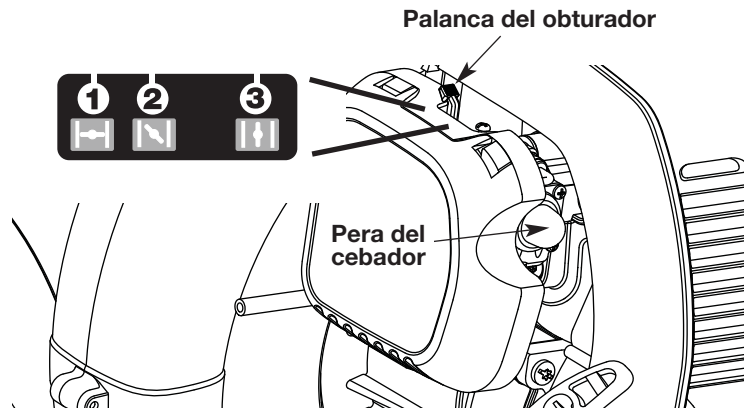
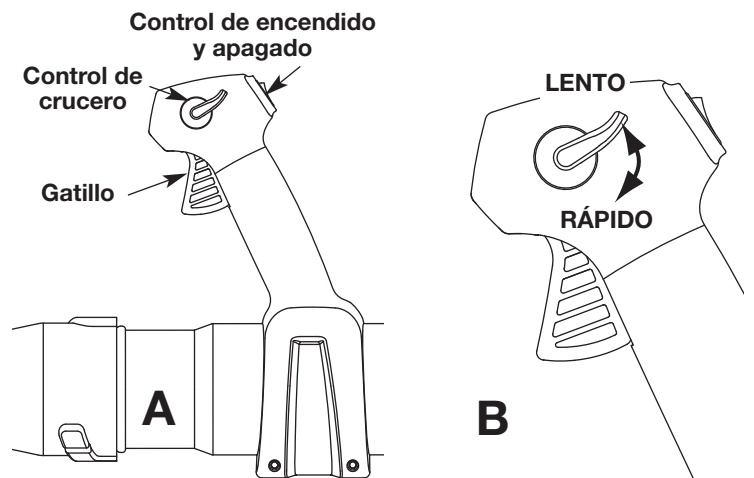
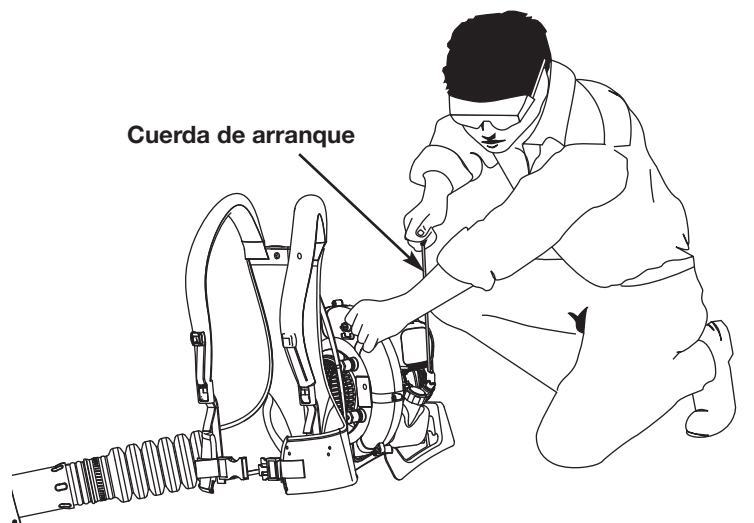

Fig. 14
Fig. 15
Fig. 16
**ADVERTENCIA:** Evite los arranques accidentales. Colóquese en posición de inicio cuando tire de la cuerda de arranque (Fig. 16). El operador y la unidad deben estar en una posición estable al arrancar la unidad para evitar graves lesiones personales. Para evitar lesiones personales graves, asegúrese de que los tubos de la sopladora estén colocados antes de hacer funcionar la unidad.
**NOTA:** No hay necesidad de arrancar la unidad. El control de Encendido/Apagado está en la posición ENCENDIDO (I) en todo momento.
3. Oprima y suelte completamente la pera del cebador **10** veces, lentamente. Deberá verse alguna cantidad de combustible en la pera del cebador (Fig. 14). Si no se ve combustible en la pera, oprima la pera hasta que se vea el combustible.
4. Coloque la palanca del obturador en la **Posición 1** (Fig. 14).
**NOTA:** La unidad debe arrancarse en vacío. No apriete el gatillo hasta que el paso 8 (Fig. 15, A).
5. **No apriete el gatillo.** Colóquese en la posición de arranque (Fig. 16). Tire de la cuerda de arranque **5** veces en un movimiento controlado.
6. Coloque la palanca del obturador en la **Posición 2** (Fig. 14).
8. Apriete y sostenga el gatillo, o presione el control de crucero (Fig. 15, A), y permitir que el motor se caliente durante 30 a 60 segundos.
9. **Continuar oprime el gatillo.** Mover la palanca del obturador a la **Posición 3** (Fig. 14) y continuar el calentamiento del motor por un período adicional de 60 segundos. Durante este tiempo la unidad puede ser utilizada.
2. Oprima y mantenga oprimido el Control de encendido y apagado en la posición APAGADO (O) hasta que el motor se detenga por completo (Fig. 15, A).
1. Una vez que el motor haya arrancado y esté caliente, oprima el gatillo para acelerar la unidad según sea necesario (Fig. 15, A).
2. Para períodos de funcionamiento más prolongados y para eliminar la posibilidad de fatiga en el dedo, mueva el control de crucero hacia la posición RÁPIDO para aumentar poco a poco o mantener la velocidad del motor de la unidad (Fig. 15, B). Cuando se oprima el control de crucero, el gatillo retrocederá hacia la manija.
3. Para disminuir la velocidad del motor, mueva el control de crucero hacia la posición LENTO y el gatillo regresará a la posición de marcha en vacío (Fig. 15, B).
**NOTA:** La unidad debe arrancarse en vacío. No apriete el gatillo hasta que el paso 10 (Fig. 15, A).
5. Agáchese en la posición de arranque (Fig. 16). Inserte el arrancador eléctrico o el Power Start Bit™ en la parte trasera de la unidad (Fig. 32). Consulte la sección de Operación del manual del operador del Arrancador Eléctrico o Accesorio de Arranque Eléctrico Opcional Power Start Bit™.
6. **No apriete el gatillo.** Apriete y sostenga el botón de ENCENDIDO (I) del arrancador eléctrico o taladro durante 2 segundos.
7. Coloque la palanca del obturador en la **Posición 2** (Fig. 14).
8. **No apriete el gatillo.** Apriete y sostenga el botón de ENCENDIDO (I) del arrancador eléctrico o taladro durante 2 segundos, hasta que la unidad arranque.
10. Apriete y sostenga el gatillo, o presione el control de crucero (Fig. 15, A), y permitir que el motor se caliente durante 30 a 60 segundos.
11. **Continuar oprime el gatillo.** Mover la palanca del obturador a la **Posición 3** (Fig. 14) y continuar el calentamiento del motor por un período adicional de 60 segundos. Durante este tiempo la unidad puede ser utilizada.
**SI...** el motor no arranca después de unos cuantos intentos, coloque la palanca del obturador en la **Posición 3** y apriete el control del regulador. Apriete y sostenga el botón de ENCENDIDO (I) del arrancador eléctrico o taladro a intervalos de 2 segundos hasta que la unidad arranque.
2. Oprima y mantenga oprimido el Control de encendido y apagado en la posición APAGADO (O) hasta que el motor se detenga por completo (Fig. 15, A)
- Use la control de crucero (Fig. 15) para mantener el gatillo oprimido mientras esté trabajando para facilitar el funcionamiento continuo.